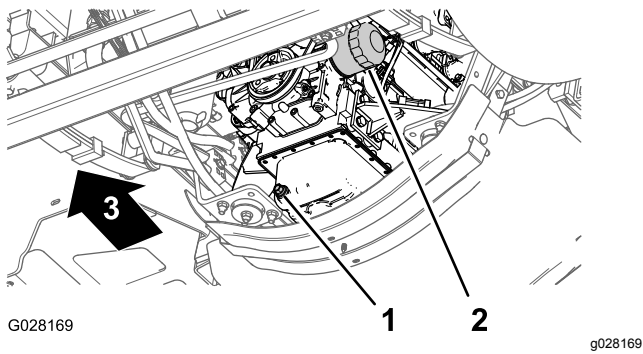

图71
3. 在机油滤清器下放一个放油盘图71。
4. 拆下旧机油滤芯 图71。
8. 将机油滤清器安装到滤清器安装座上顺时针旋转机油滤清器直至橡胶垫片接触到滤清器安装座然后再将滤清器拧紧  $\frac{1}{2}$  圈 图71。
1. 对齐排放塞下的排放盘 图71。
2. 拔掉排油塞 (图71) 让机油完全排出。